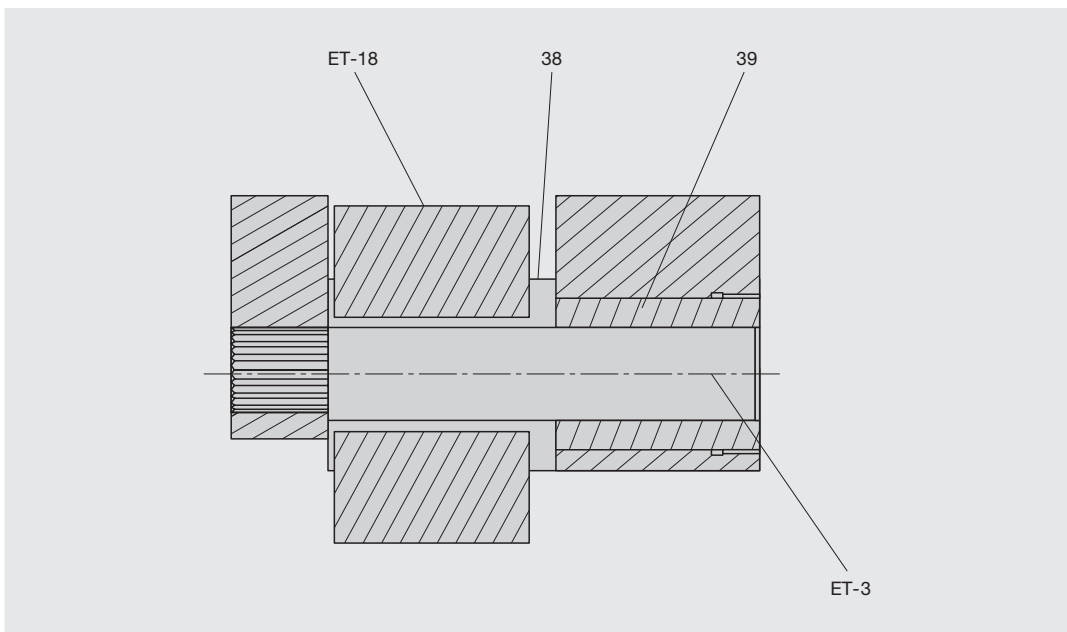

Abb. 21: Rändelpaket
b) Für den Umbau eines vorhandenen Tangentialrollkopfs gehen Sie wie folgt vor (siehe auch Abb. 21):